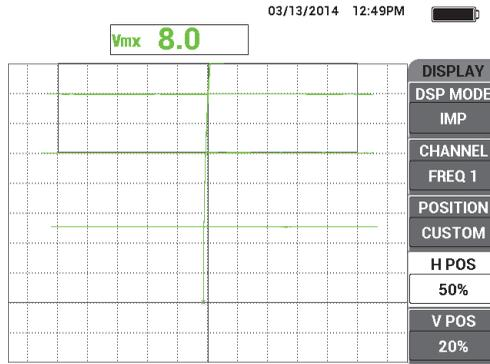

Figura 5-89 Creación de marcas horizontales adicionales
10. Repita el paso 9 con dos tarjetas de visita; después, efectúelo nuevamente con una sola tarjeta de visita. Vea la Figura 5-89 en la página 209.